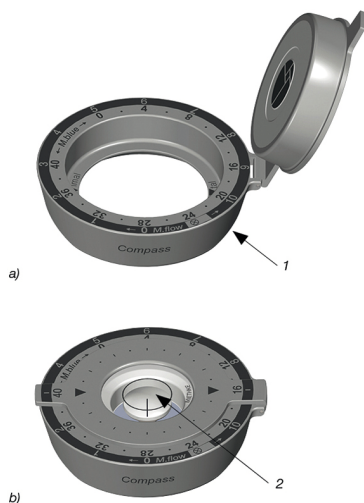

Fig. 11: M.flow Compass
M.flow Compass (Fig. 11) serve a localizzare e leggere l'unità di riduzione del flusso regolabile della M.flow.